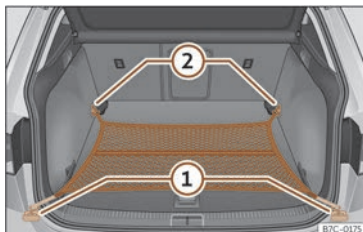

**Fig. 113** Dans le coffre à bagages : sac pour filet accroché au niveau du plancher.
- Fixez les crochets du filet aux œilletons d'arrimage ① et ② >>> fig. 113 >>> ⚠. La fermeture à glissière du sac doit rester vers le haut.